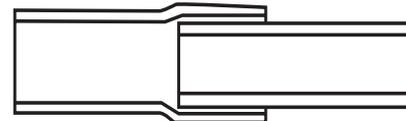

Рис. 4. Установка соединяемых пайкой труб
3.1.3. Для пайки одну трубку вставляют в другую так, чтобы она входила на длину не менее диаметра внутренней трубы. Между стенками внутренней и наружной труб должен быть зазор 0,025–0,125 мм (рис. 4).